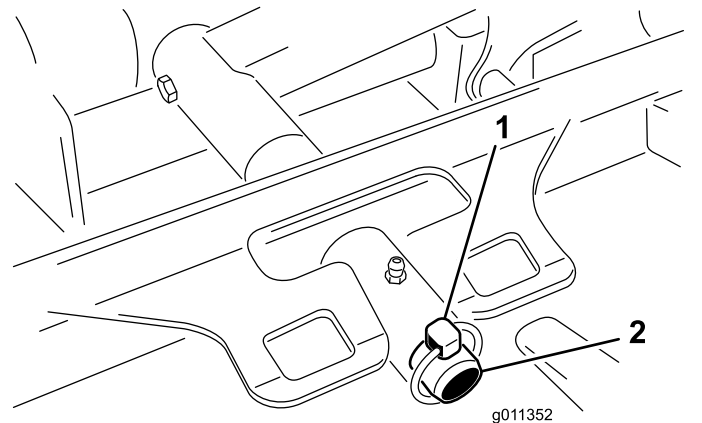

Figure 83
3. Retirez la goupille à anneau (Groundsmaster 4500) ou l'écrou de retenue (Groundsmaster 4700) qui fixe le bâti porteur de l'unité de coupe à l'axe de pivot du bras de levage (Figure 83).
2. Glissez le bâti porteur de l'unité de coupe sur l'axe de pivot de bras de levage (Figure 83). Fixez l'unité de coupe sur l'axe à l'aide de la goupille à anneau (Groundsmaster 4500) ou de l'écrou de retenue (Groundsmaster 4700).